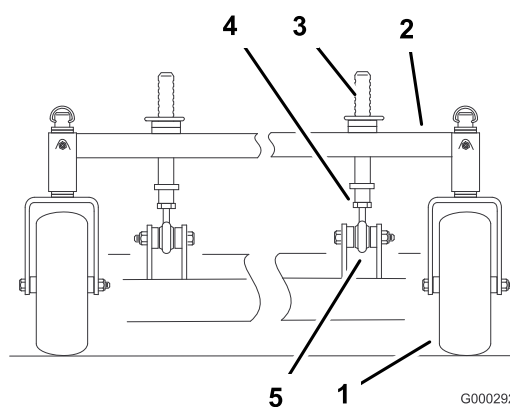

Figura 60
- Per modificare l'inclinazione longitudinale, possono essere regolate le postazioni di altezza di taglio anteriori (Figura 60).
- Per sollevare la parte anteriore del piatto di taglio, allentate il controdado e ruotate in senso orario il perno anteriore (Figura 60).
3. Per abbassare la parte anteriore del piatto di taglio, allentate il controdado e ruotate in senso antiorario il perno anteriore (Figura 60).
6. Serrate i controdadi (Figura 60).